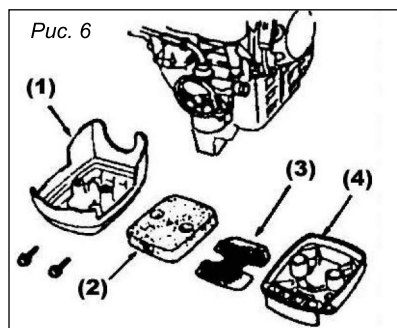

Рис. 6
9.1. Воздушный фильтр (рис. 6)